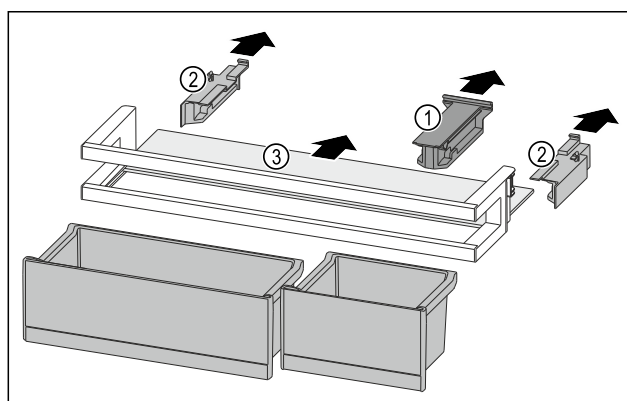

Fig. 97
- Estrarre l'elemento di tenuta Fig. 97 (1).
- Togliere gli elementi laterali Fig. 97 (2).
- Rimuovere il ripiano Fig. 97 (3).